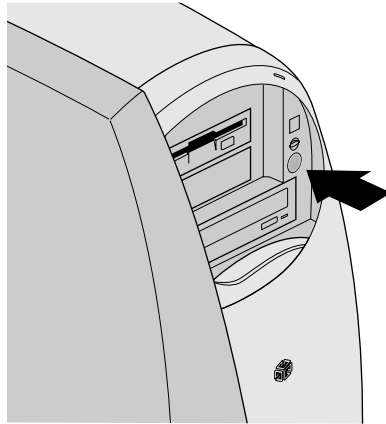

Figura 1-12 Ligando a estação de trabalho
2. Abra o painel frontal deslizante do sistema pressionando levemente a metade inferior do painel, como mostrado na Figura 1-12.
3. Pressione o botão Power, como mostrado na Figura 1-12.